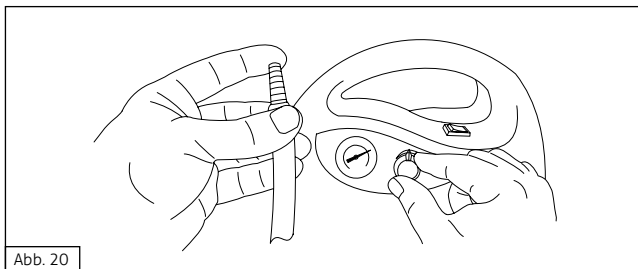
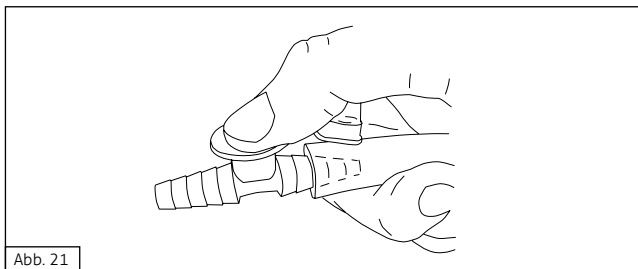

Abb. 20
Abb. 21
2. Halten Sie die Öffnung des Absaugerschlauchs (Abb. 20) und des Fingertips (Abb. 21) zu.
2. Steuern Sie den Absaugvorgang und das gewünschte Vakuum mit der Nebenluftöffnung am Fingertip (Abb. 21).